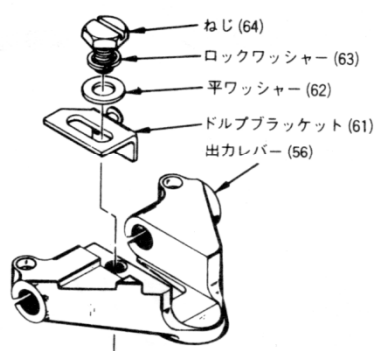

図3-27. ドループブラケット組立図
21. ドループブラケットを出力レバーに図3-27の様に取っつけるが、ねじ(64)は締めつけてはいけない。